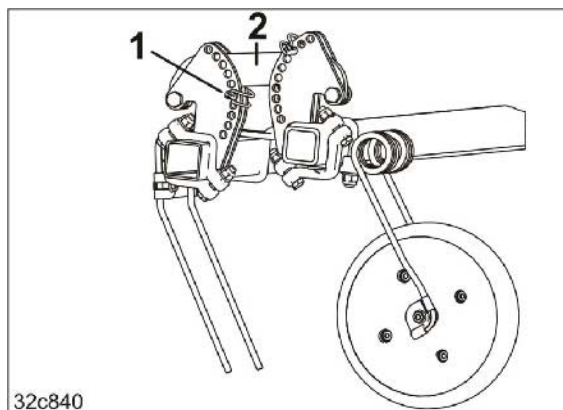

Fig. 2
1. Le réglage des dents du recouvreur s'effectue en enfichant la goupille à arceau (Fig. 2/1) en dessous du tirant (Fig. 2/2), dans le même perçage sur tous les segments.